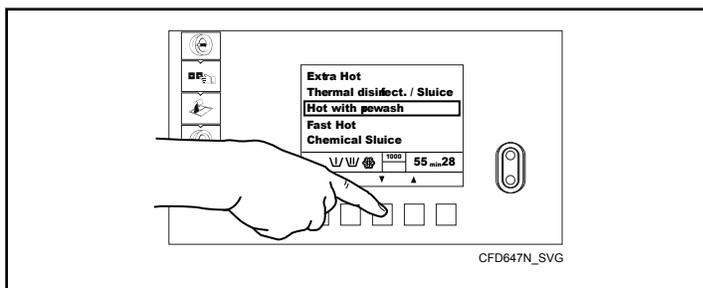

Figure 36
5. Sélectionner un cycle en appuyant sur les touches up (haut) et down (bas). Se reporter à la *Figure 36*. Le cycle sélectionné s'affiche à l'écran.